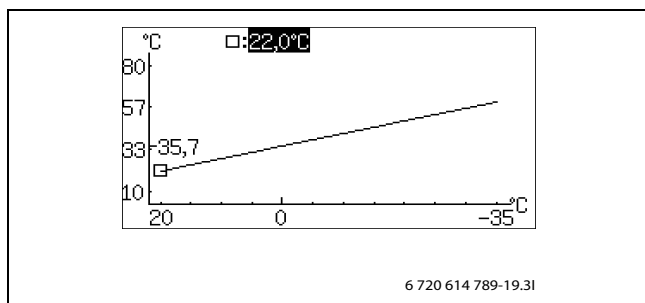

Bild 24
- Drehknopf bei markiertem Quadrat drehen, bis 0 °C markiert ist (→ Bild 24).